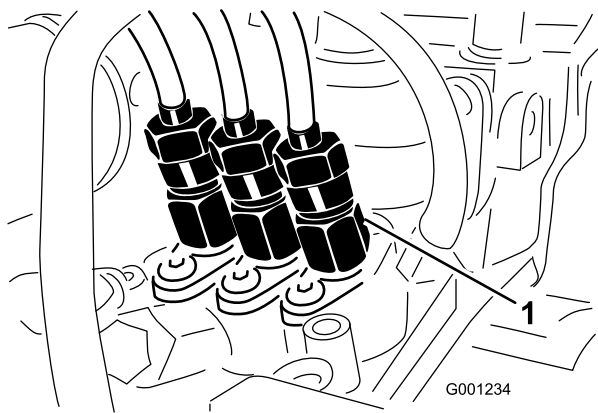

Figure 52
1. Desserrez l'écrou de tube sur l'injecteur n° 1 et le porte-injecteurs sur la pompe d'injection (Figure 52).